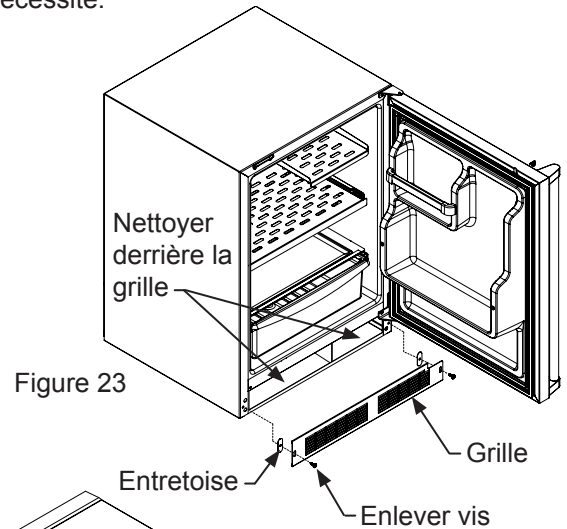

Figure 23
8. Enlevez la grille de protection frontale (voir les Figure 23), et utilisez une brosse et un aspirateur pour éliminer la saleté et les débris de sous l'appareil.